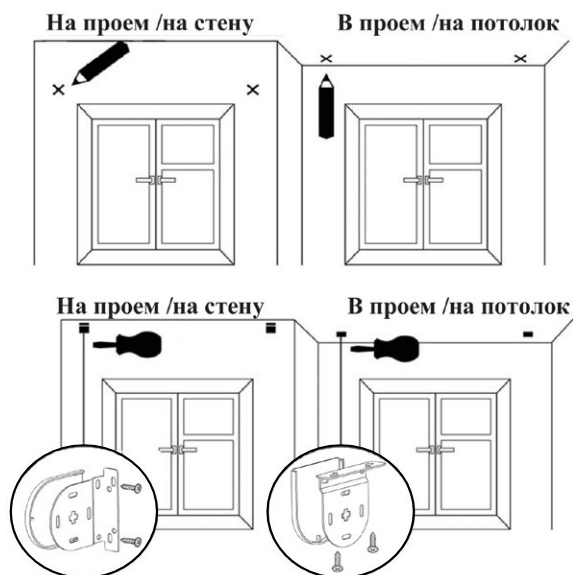

Рис. 1. Разметка и установка кронштейнов
- Разметить предполагаемые места крепления кронштейнов (Рис. 1), расстояние между которыми зависит от типа размеров в заявке: